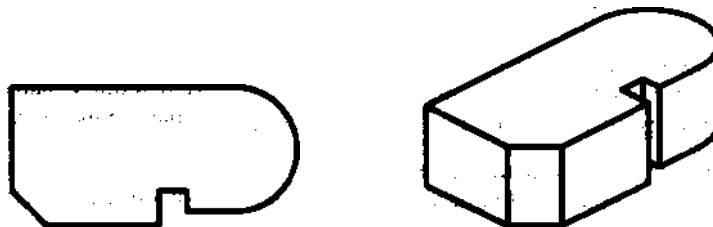

Рисунок 1.4 - Ескіз і елемент, утворений операцією видавлювання
- *видавлювання ескізу в напрямку, перпендикулярному площині ескізу (рисунок 1.4)*